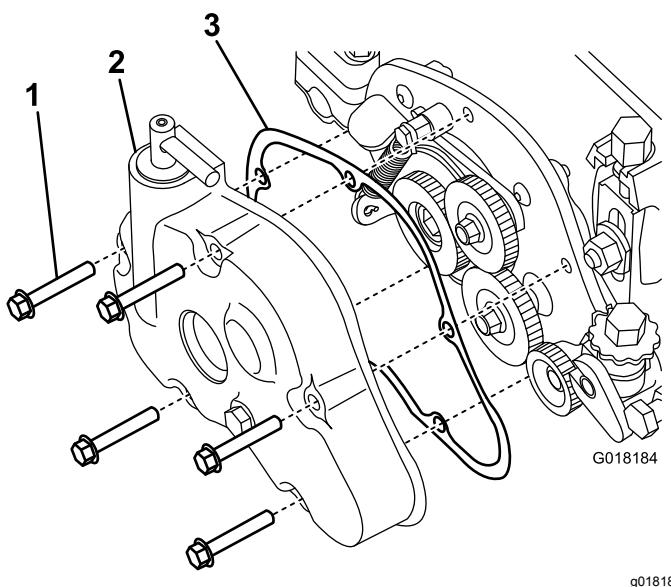

Figura 15
- Llene la cubierta de la caja de engranajes con aproximadamente 0,15 litros de Mobil XHP-221 o equivalente y móntela, con la junta, en la carcasa del groomer usando 5 pernos (Figura 15).